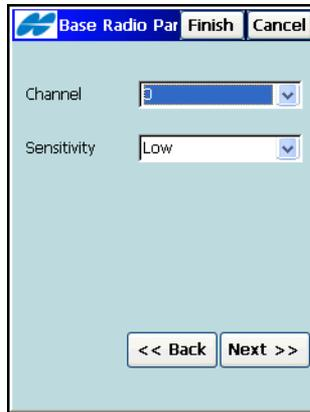

Abbildung 4-11. Pacific-Crest-Parameter
- Für die Modems Pacific Crest und HiPer intern (Pacific Crest) müssen Sie Kanal und Sensitivität angeben (Abbildung 4-11 auf Seite 4-11).